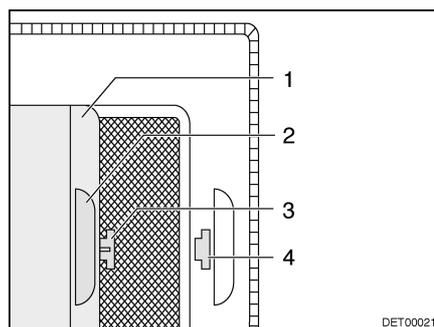

Fig. 21 Store occultant
- Tirer le store occultant (Fig. 21,1) par la poignée (Fig. 21,2) et accrocher le crochet (Fig. 21,3) dans l'ouverture (Fig. 21,4).
- Tirer le crochet (Fig. 21,3) de l'ouverture (Fig. 21,4) et laisser revenir le store occultant.